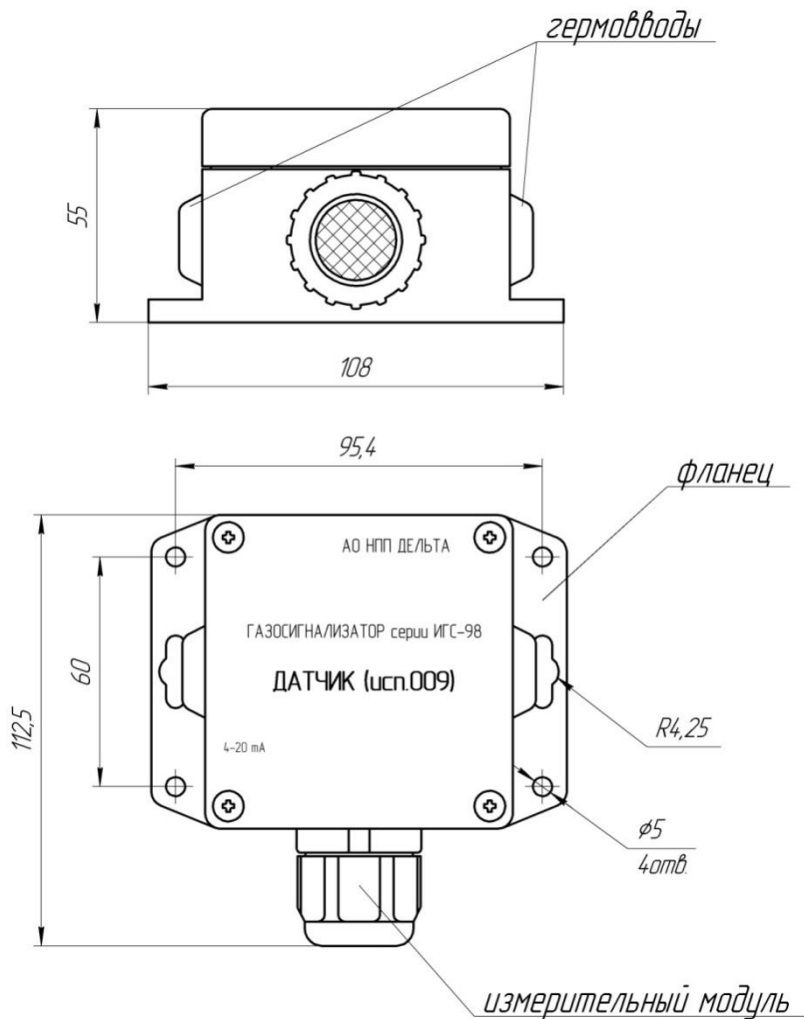

Рис.1 Габаритный чертеж датчика
2.1. Конструктивно датчик выполнен в корпусе из поликарбоната с прозрачной крышкой. Габаритный чертеж датчика приведен на рис.1.